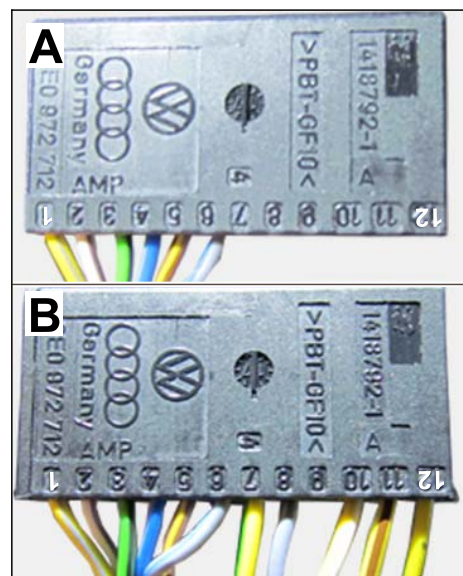

Рис. 23
3.5.3 Извлечь провода на разъеме со стороны автомобиля (12-контактный) из гнезд 1–6 и подсоединить в новом разъеме (12-контактный) в том же положении (⇒ Рис. 23 -В-).